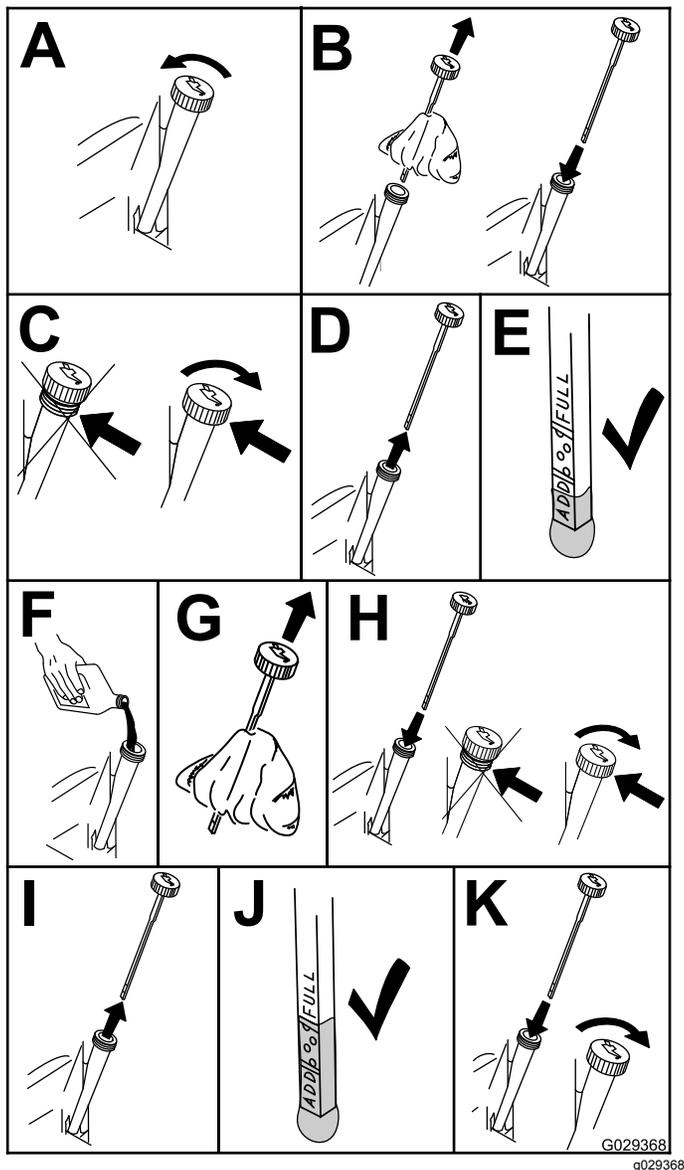

Рисунок 19
2. Проверьте уровень масла в двигателе (Рисунок 19).